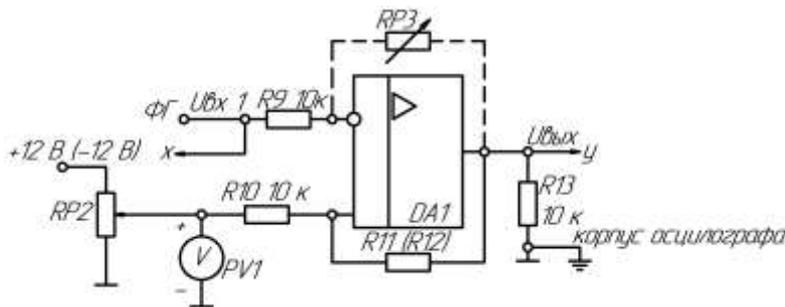

Рисунок 24 - Схема двухвходового компаратора
- 1) Собрать схему двухходового компаратора с положительной обратной связью согласно рис. 24. В качестве резистора обратной связи применить переключаемый резистор RP3 (10...200 кОм). В качестве опорного напряжения $U_{оп}$ использовать регулируемое постоянное напряжение. На инвертирующий вход подключить функциональный генератор, используя его в режиме синусоидального сигнала " \sim ";